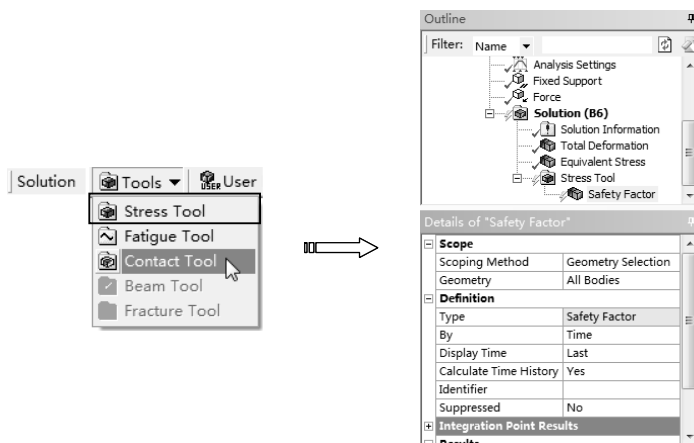

图 5-82 启动应力工具
4) 在【Outline (分析树)】中选择【Static Structural (B5)】节点，单击【Environment】工具栏上的【Tools】|【Stress Tool】命令，在【Solution】下增加【Stress Tool】节点，如图 5-82 所示。